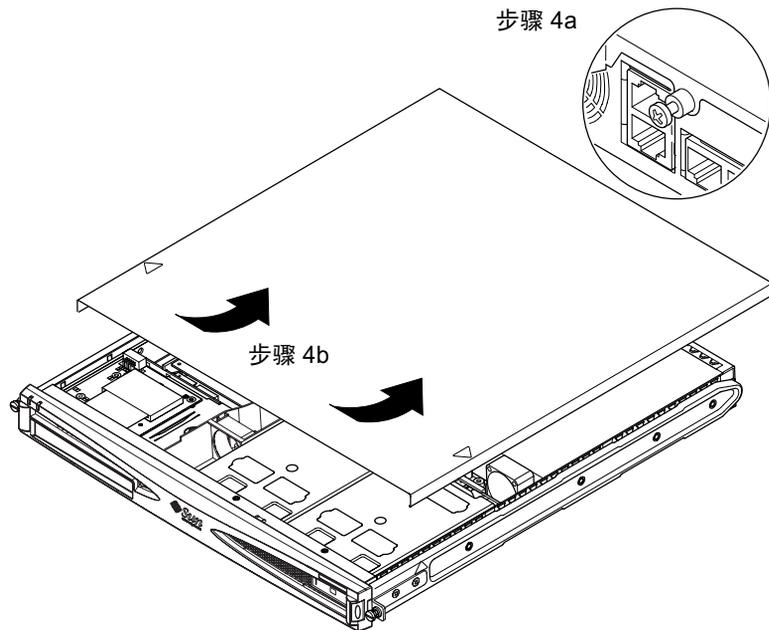

图 4-3 卸下顶盖
4. 卸下服务器的顶盖（请参见图 4-3）：
- a. 松开设备后部中间的固定螺钉（请参见图 4-3）。
- b. 将后滑动顶盖并将其拿走（请参见图 4-3）。